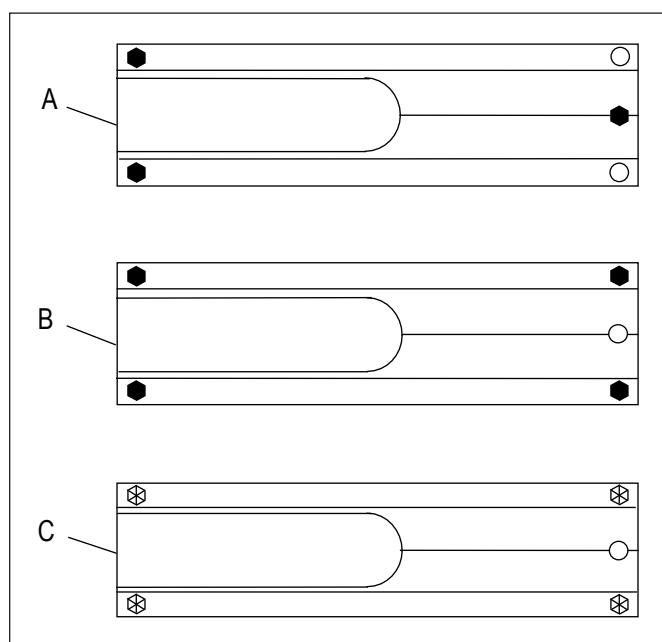

Fig. 4
Se l'unità traslatrice viene posizionata su superfici piane, i piedini di appoggio devono essere disposti su tre punti (*v. disposizione A nella fig. 4*):
Per le misurazioni su oggetti di misura cilindrici con un diametro pari o superiore a 72 mm è preferibile disporli su quattro punti (*v. disposizione B nella fig. 4*).
2. Inserire le quattro viti per il fissaggio del prisma di appoggio (*v. disposizione C nella fig. 4*) e stringerle con la chiave a brugola (apertura 2).